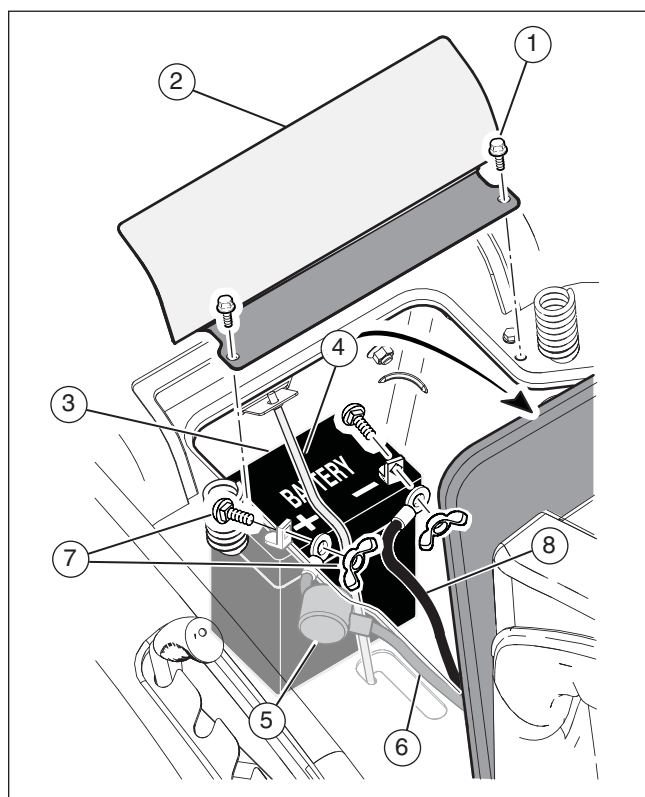

Figura 6
2. Remova os dois parafusos (1) e a tampa da bateria (2) (consulte a **Figura 6**).
3. Verifique a parte lateral da bateria (3) para ver onde se encontra a data da bateria.
1. Para separar o dispositivo de retenção da bateria (4), empurre a extremidade mais baixa do dispositivo de retenção da bateria (consulte a **Figura 6**).
2. Remova a bateria (3) da abertura entre o motor e o apoio do assento.
1. Remova as tampas de protecção dos terminais da bateria (consulte a **Figura 6**).
2. Encaixe o cachimbo do terminal (5) no cabo vermelho (6).
3. Ligue o cabo vermelho ao terminal positivo (+) com os fechos (7).
4. Ligue o cabo preto ao terminal negativo (-) com os fechos (7).
5. Coloque a tampa da bateria (2) com os dois parafusos (1).